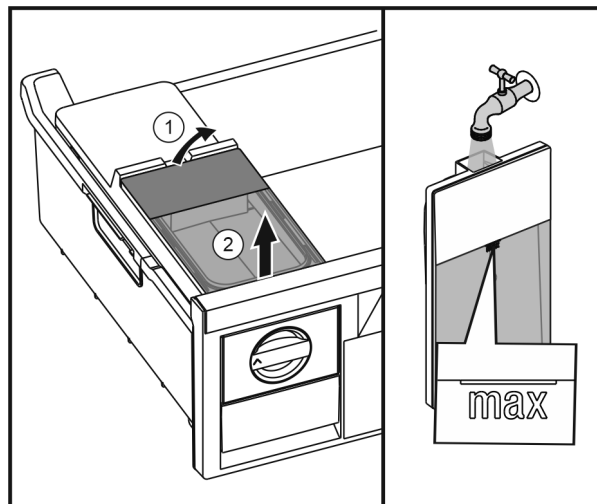

Fig. 23
- ▶ Повдигнете резервоара за вода отзад Fig. 23 (1) и извадете нагоре Fig. 23 (2).